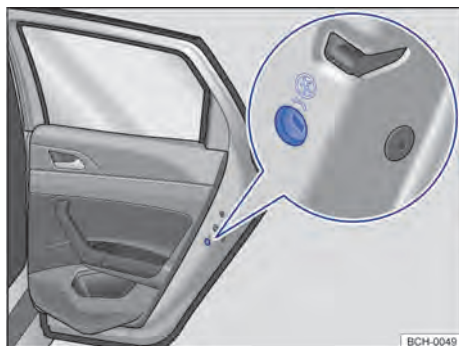

Fig. 55 En la puerta trasera (lado derecho): ubicación del seguro para niños.
- Introducir el paletón de la llave en el seguro para niños para activarlo o desactivarlo → fig. 55.